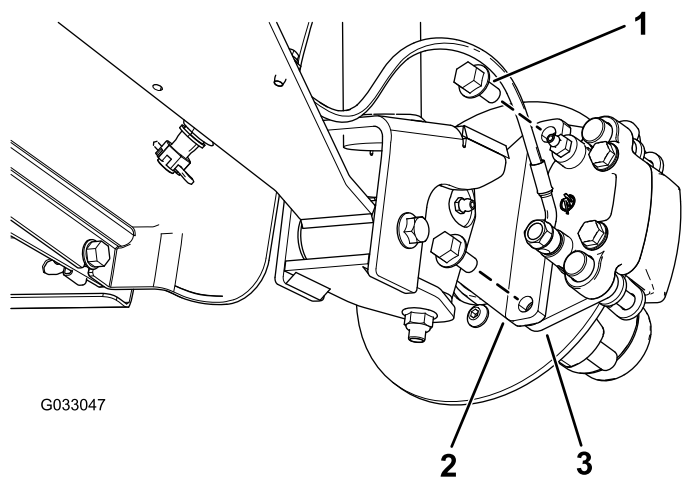
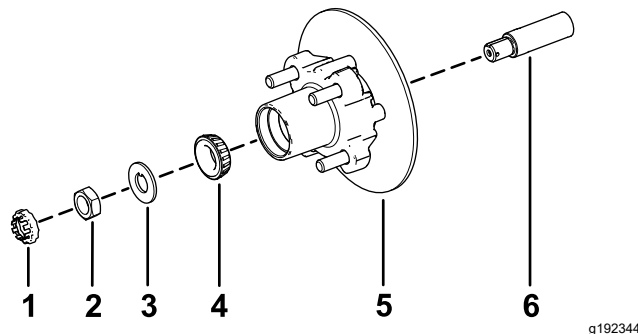

Figura 30
Figura 34
3. Retire los pernos con arandela prensada ($\frac{3}{8}$ " x $\frac{3}{4}$ ") que sujetan el soporte del conjunto de freno al eje y separe el freno del eje (Figura 30).
1. Aplique una ligera capa de grasa del tipo especificado en el eje (Figura 34).
2. Monte el cubo y el rotor en el eje con el rotor hacia dentro (Figura 34).
3. Monte el cojinete exterior en la mangueta y acople el cojinete al anillo de rodadura exterior (Figura 34).
4. Monte la arandela con pestaña en la mangueta (Figura 34).
5. Enrosque la tuerca en el eje y apriete la tuerca a 15 N·m (11 pulgadas-libra), girando el cubo para asentar el cojinete (Figura 34).
2. Alinee las pastillas de freno en cada lado del rotor (Figura 30), y alinee los orificios del soporte de la pinza con los orificios de montaje del freno de la mangueta (Figura 34).
3. Sujete el soporte de la pinza a la mangueta (Figura 30) usando los 2 pernos con arandela prensada ($\frac{3}{8}$ " x $\frac{3}{4}$ ").